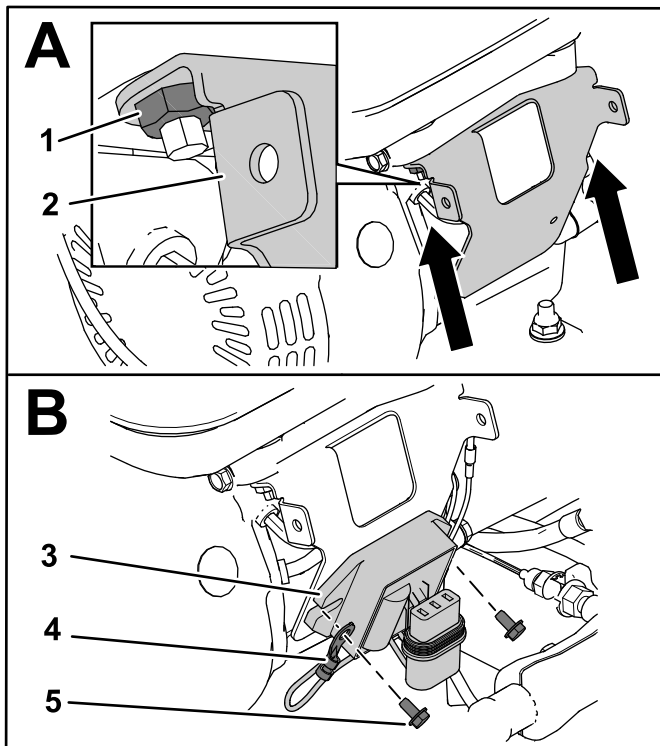

図 1
1. マウントプレートとレギュレーターを、図1図のようにフランジナット2本とフランジボルト2本を使ってエンジンケースに取り付ける。
重要レギュレータコネクタからのリング端子をレギュレータの上に取り付ける。(図1)。